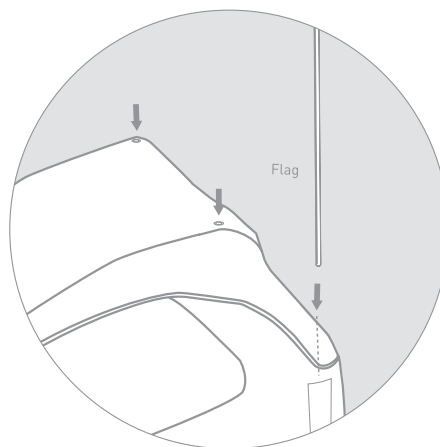

Figure 7
1. Fixez le toit sur la remorque à l'aide des fermoirs (Figure 7).
2. Assemblez les pièces du fanion puis glissez le fanion de sécurité dans la pochette, sur le panneau latéral (Figure 7).